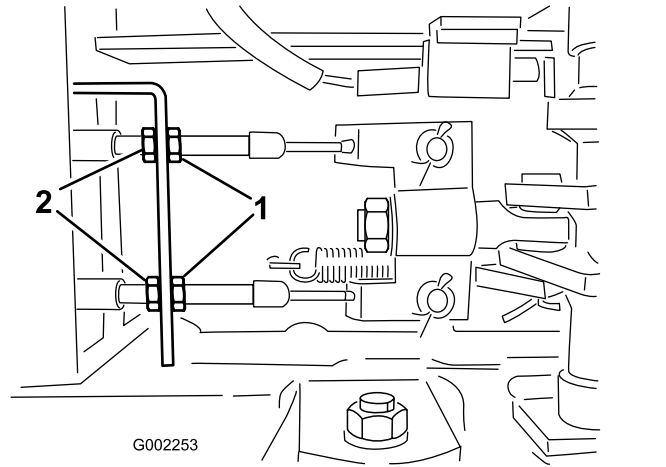

图68
5. 松开打药车前端下面的刹车线上的前螺母 图68。
6. 均匀地旋紧后螺母、直至刹车踏板移动 12cm 时即感觉到阻力 图68。